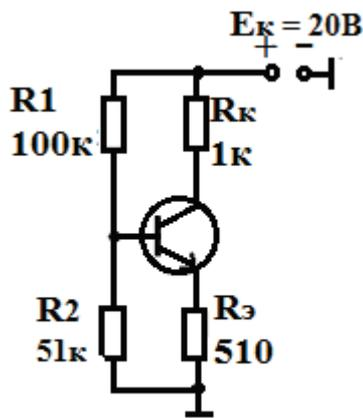

Рис.2.3
3. Рассчитать $I_{\text{э}}$, $\beta = 80$ (рис.2.3)